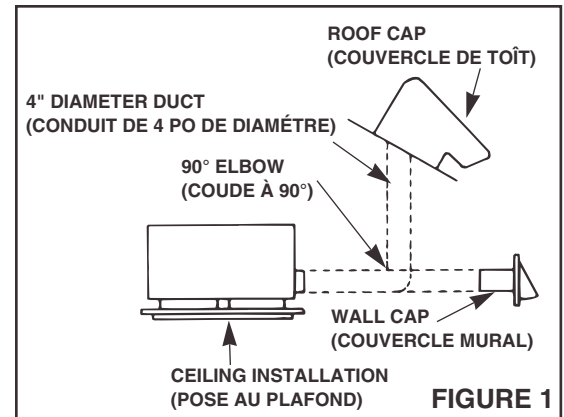
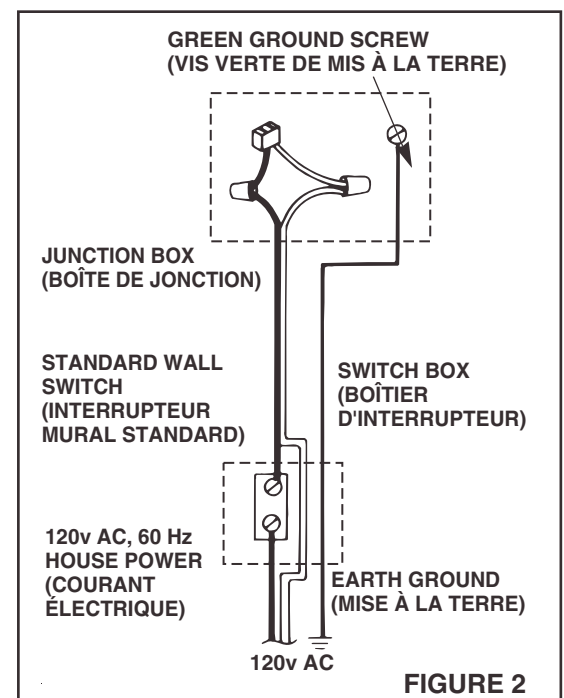

FIGURE 1
FIGURE 2
- Refer to Figure 1.** Use 4" round duct to discharge the ventilator to the outside.
**Refer Figure 2.**
**Refer to Figure 2 for wiring and Figure 1 for ducting.**
4. **Voir Figure 1.** Utiliser un conduit rond de 4 po comme décharge extérieure pour le ventilateur.
**Voir Figure 2.**